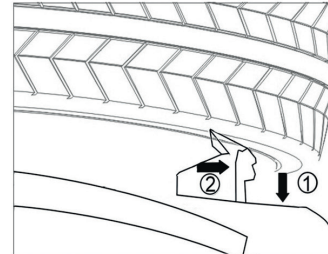

Bild 15a
- Im Falle einer Spannung innen (Bild 15a), drücken Sie das Pedal D, um die Einspannbacken zusammenzuziehen. Platzieren Sie das Rad auf dem Drehteller und drücken Sie das Pedal C es zu spannen.